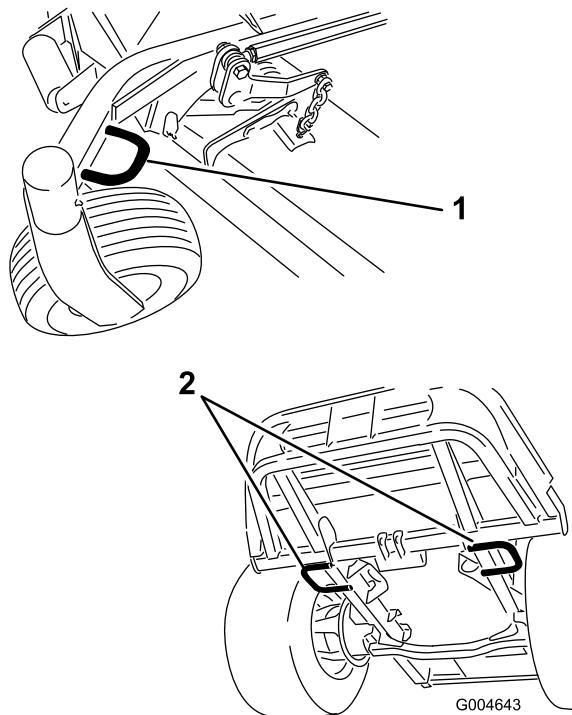

Figura 40
- fissate la macchina al rimorchio o all'autocarro con sicurezza per mezzo di cinghie, catene, cavi o funi, nel pieno rispetto delle norme previste dal codice della strada per la vostra zona (Figura 40).